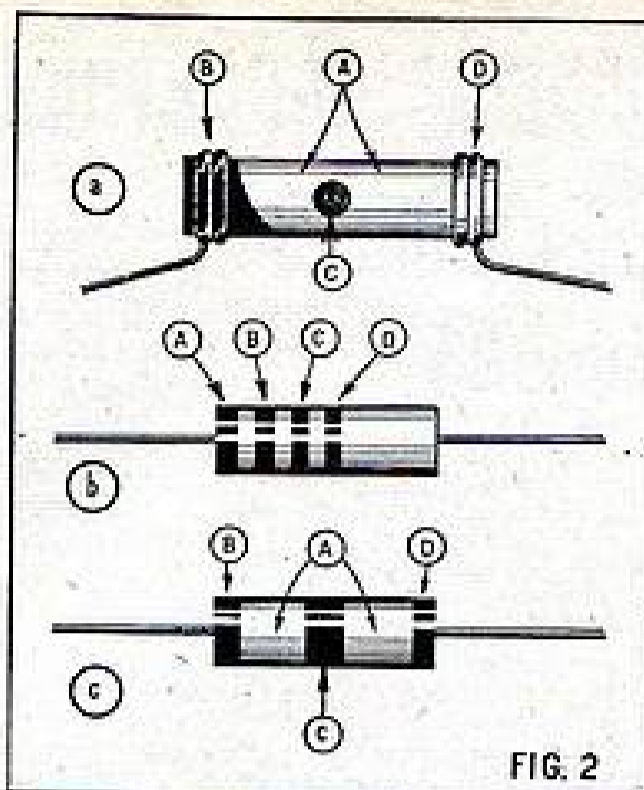

FIG. 2
Le marquage, suivant la figure 2 a, s'emploie plus spécialement pour les résistances agglomérées ou, quelquefois, à couche. Lorsque l'extrémité B, ou le point C ne sont pas coloriés, c'est que leur couleur est celle du corps A. De même, l'absence de toute couleur sur l'extrémité D signifie qu'il s'agit d'une résistance à tolérance de $\pm 20\%$.
Le marquage suivant la figure 2 b s'emploie surtout pour les résistances miniatures, mais parfois aussi pour les résistances à couche. Dans ce cas, la couleur du corps n'a aucune importance et dépend uniquement de la matière constituant ce corps. Le plus souvent la couleur du corps, lorsqu'il s'agit de résistances miniatures, est brun, plus ou moins foncé, et se confond assez bien avec celle d'un anneau marron, ce qui ne facilite pas la lecture.
Cette dernière doit se faire dans l'ordre des lettres de la figure 2 b, la couleur des anneaux correspondants ayant la signification du tableau donné plus haut. Si le quatrième anneau (D) n'existe pas, c'est qu'il s'agit d'une résistance à tolérance de $\pm 20\%$.
Certaines résistances, surtout de provenance étrangère, sont coloriées suivant la figure 2 c, c'est-à-dire à l'aide de trois anneaux disposés comme le montre le croquis, et à l'aide de la couleur du corps A dont il faut tenir compte. La signification des différentes couleurs est la même que précédemment.
Partant de ces courbes on peut calculer les différents coefficients qui, généralement, sont donnés dans les notices des constructeurs : coefficient d'amplification, pente, résistance interne. Mais ce n'est pas là l'objet de cet article. On peut aussi tracer à partir de ces courbes les variations du courant plaque qui se produisent lorsqu'on applique un signal périodique à la grille, ce qui est le cas général en radio (amplification d'un signal HF ou BF). Ainsi, nous avons représenté, figure 2, un signal alternatif qui fait varier le potentiel de grille de +1 V à -1 V. Nous obtenons, grâce à la courbe, la variation correspondante du courant plaque qui est représentée par la
Pourtant on ne peut utiliser la lampe de cette façon. En effet le point de fonctionnement au repos correspond à une tension 0 sur la grille de commande et le signal appliqué a pour effet de rendre tour à tour cette grille négative et positive comme vous pouvez le constater sur la figure 2. Pour les alternances rendant la grille positive, il y a apparition d'un courant de grille qui modifie les caractéristiques du circuit d'entrée ce qui en pratique se traduit par une distorsion, c'est-à-dire une déformation du signal à amplifier. D'autre part, comme le montre la figure 2, le point de potentiel grille zéro correspond à un courant plaque au repos important.